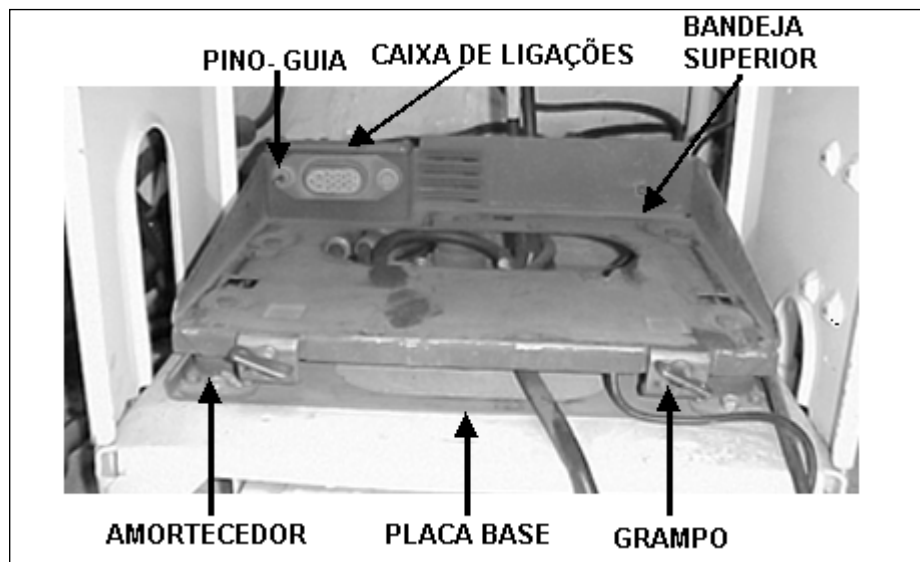

Fig 8-42. Base de Montagem MT-1029/VRC
d. Base de Montagem MT-1029/VRC (Fig 8-42)
(1) Descrição - AMT-1029/VRC é uma base de montagem para o RT-246/VRC ou RT-524/VRC. Cinco isoladores de choques, formados de palha de aço inoxidável, agem como amortecedores. Cinco parafusos que atravessam os isoladores de choque, mantém a bandeja superior presa à placa da base (parte inferior). Duas treliças de cobre ligam a bandeja superior à placa da base, assegurando boa ligação à terra. Dois grampos prendem o receptor-transmissor à bandeja superior.
(2) A MT-1029/VRC tem uma caixa de ligação selada por junta de vedação que distribui tensões de alimentação, de controle e de emissão entre o receptor-transmissor e outros equipamentos no sistema do conjunto-rádio. O conector na parte frontal da caixa de ligação, liga-se com um conector à parte de trás do receptor-transmissor. Três outros conectores (não mostrados), localizados no fundo da caixa de ligações, ligam o sistema de alimentação e cabos de controle.